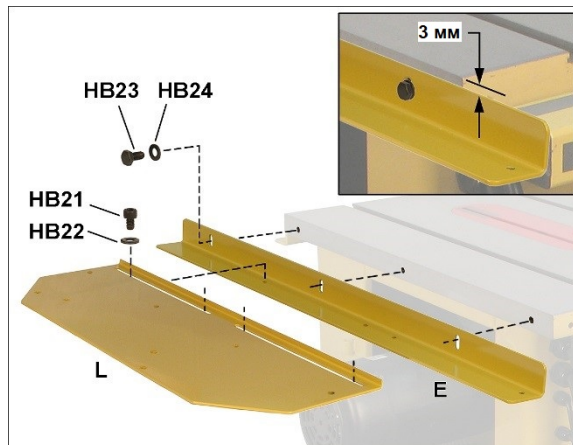

Рисунок 7-3
- Закрепите установочный кронштейн (Е, рисунок 7-3) к столу циркулярной пилы, как показано на рисунке. Расположите кронштейн примерно на 3 мм ниже поверхности стола (см. вставку, рисунок 7-3). Более точно положение кронштейна можно будет отрегулировать позднее. Затяните винты.
- Закрепите установочную пластину (L, рисунок 7-3) на кронштейн с помощью крепежных элементов, как показано на рисунке.